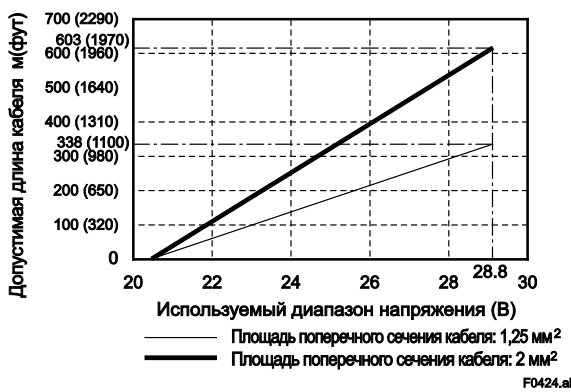

Рисунок 4.4.2 Напряжение питания и длина кабеля питания (расходомер интегрированного типа и вынесенный преобразователь AXW4A)
- Для версии с источником питания 24 В (код источника питания -2), напряжение 24 В (от -15% до +20%) является напряжением питания на клеммах преобразователя. Поскольку напряжение снижается из-за сопротивления кабеля, напряжение необходимо поддерживать в пределах, указанных на рис. 4.4.2.